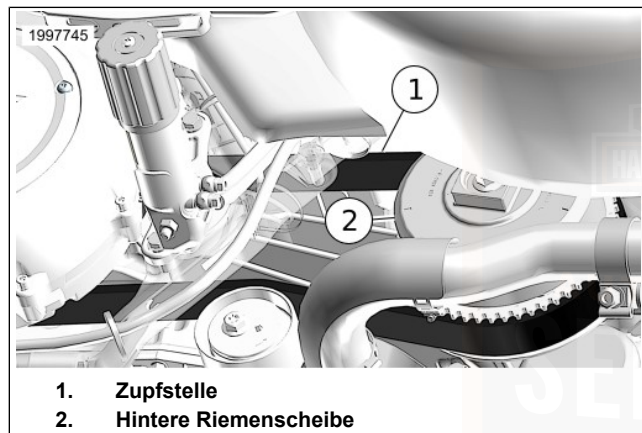

Abbildung 122. Riemenzug
- d. Siehe Abbildung 122. Mit dem Finger oder Daumen an der Außenseite des oberen Riemens in der Nähe der Zupfstelle (1) zupfen.
3. Das hintere Zahnrad (2) um 90 Grad drehen und den Vorgang für insgesamt 4 Messungen wiederholen.